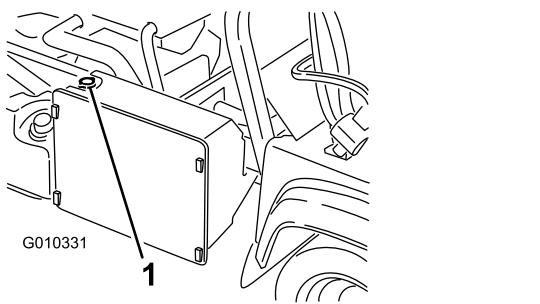

Figure 55
4. Enlevez le bouchon du vase d'expansion (Figure 55).
3. Retirez le bouchon de radiateur (Figure 55).
7. Faites l'appoint du radiateur et remettez le bouchon en place (Figure 55).